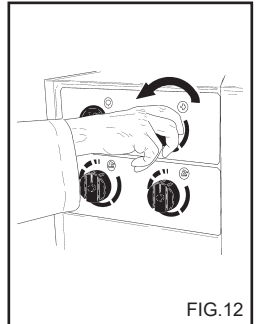

FIG. 12
Trykkregulatoren, fig. 12 gjør at brukeren kan regulere arbeidstrykket. Når knapp C visis moturs (B) (minimum), reduseres driftstrykket.